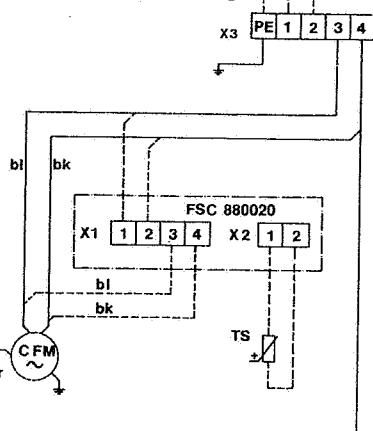

fig 4
1. Sluit de temperatuurvoeler aan op de klemmen X2-1 en X2-2 van de winterregeling (fig.4 en 5.)
1. Connect the temperature sensor on the terminals X2-1 and X2-2 of the wintercontrol (fig. 4 and 5).
1. Raccorder la sonde aux bornes X2-1 et X2-2 de la régulation d'hiver (fig. 4 et 5)
1. Schliessen Sie den Temperaturfühler an auf der Reihenklamme X2-1 und X2-2 der Winterregelung (fig. 4 und 5).